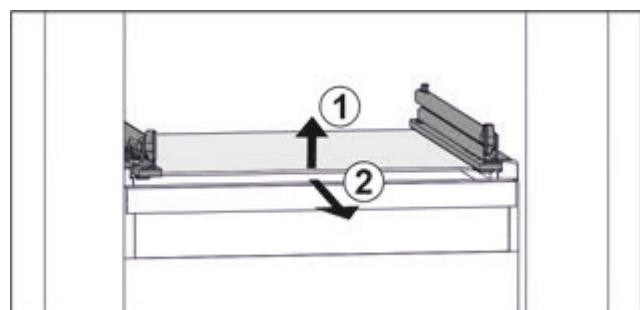

Fig. 36 Приближене відображення скляної пластини
- Підняти скляну пластину спереду. Fig. 36 (1)
- Вийняти скляну пластину рухом вперед. Fig. 36 (2)